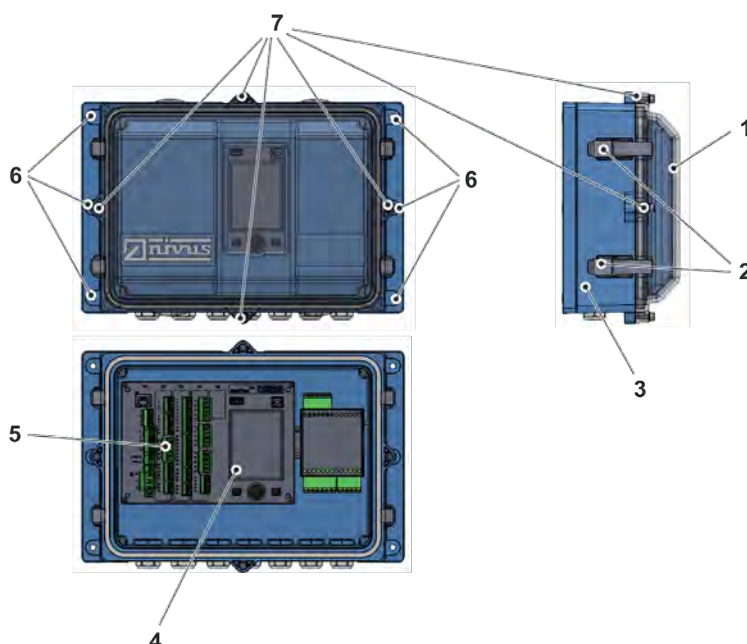

Fig. 21-4 Fixation du boîtier de terrain
1. Fixer le boîtier de terrain (Fig. 21-4 point 3) avec les six vis de fixation préalablement sélectionnées à travers les trous de passage de 6,5 mm de diamètre (Fig. 21-4 point 6) sur les deux équerres latérales.
2. Si nécessaire, retirer le film de protection pour le transport du couvercle transparent du boîtier (Fig. 21-4 pos. 1).
1. Pour retirer le couvercle transparent du boîtier (Fig. 21-4 point 1) :
Ouvrir les quatre fermetures de serrage latérales (Fig. 21-4 point 2) et retirer le couvercle du boîtier.
retirer les quatre vis à tête cylindrique M4x25 (Fig. 21-4 point 7) avec les rondelles correspondantes; ouvrir les quatre fermetures de serrage latérales (Fig. 21-4 point 2) et retirer le couvercle du boîtier.
2. Pour retirer le recouvrement intérieur bleu, dévisser les quatre vis à tête ronde M3,5x25 dans les coins et retirer le recouvrement. Le convertisseur de mesure avec l'écran (Fig. 21-4 point 4) et les bornes de raccordement (Fig. 21-4 point 5) et l'iXT sont maintenant librement accessibles.